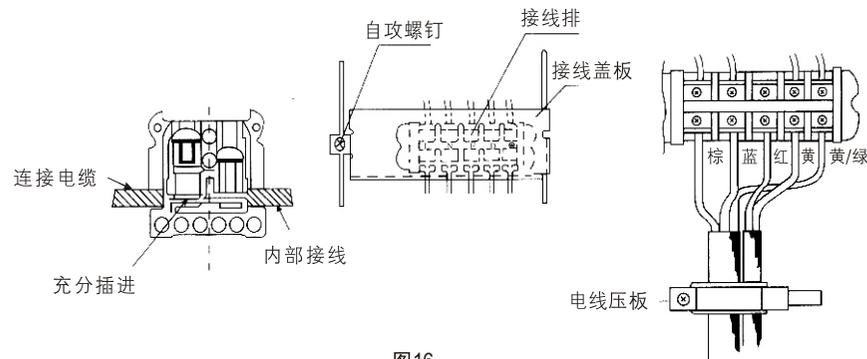
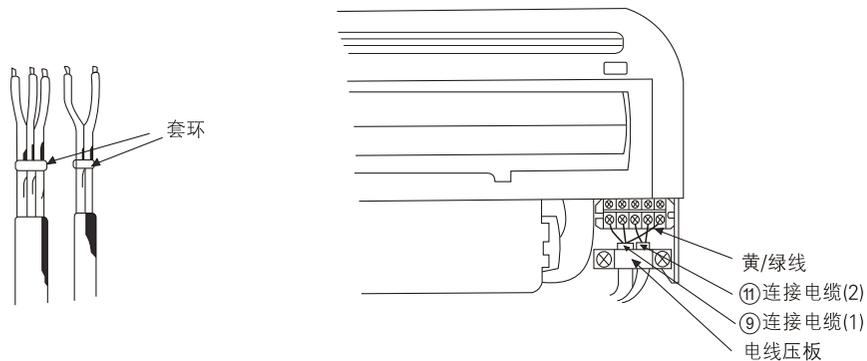

图16
图 15
- 连接电缆连接结束后，必须按图16所示装上接线盒盖板。
(2) 电线连接顺序
- 分别按不同的线色充分插入相应规定的端子孔内并牢牢固定，如图15及图16所示。(紧固力矩5kgf.cm)